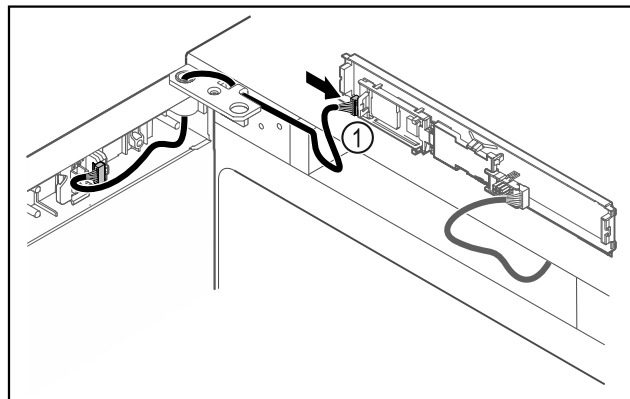

Fig. 46
- Aseta pistoke Fig. 46 (1) levyyn.